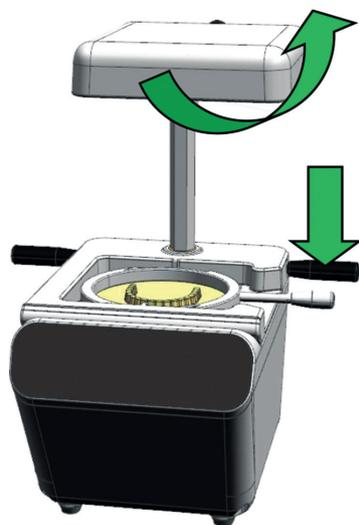

图5
5. 设定的加热时间倒计时5秒时, 设备会发出连续“哗哗”的声音, 提示需要准备开始操作抽真空了, 这时下移活动座组到壳体平台上 (图5), 设备自动开始抽真空, 屏幕上显示“抽真空”字样。再次将上盖旋转后方。